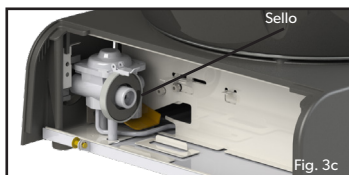

Fig. 3c
- Verifique que el sello esté en su lugar y que no esté desgastado o dañado antes de conectar el cartucho (ver Fig. 3c).